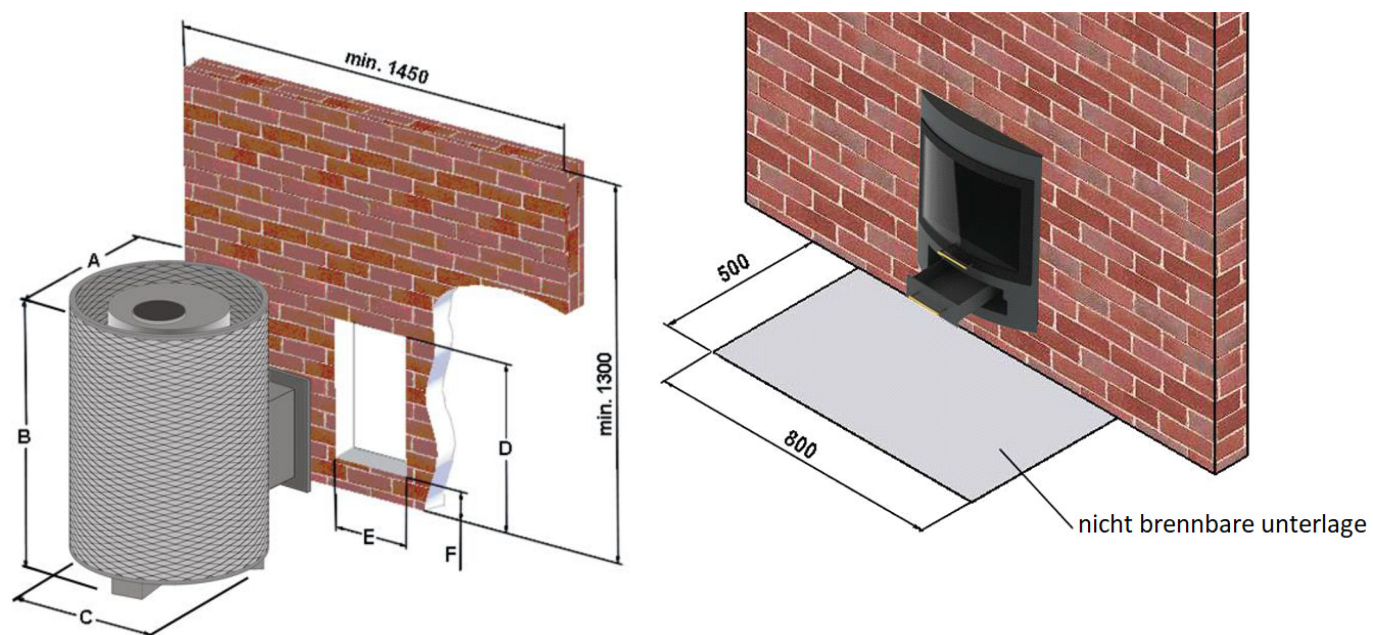
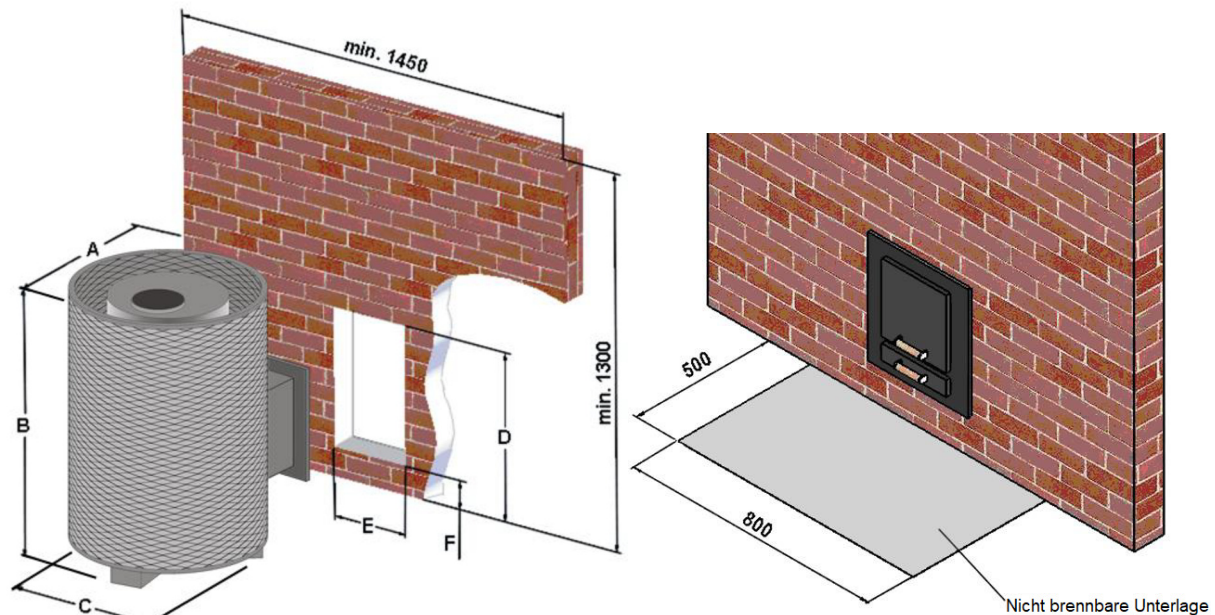
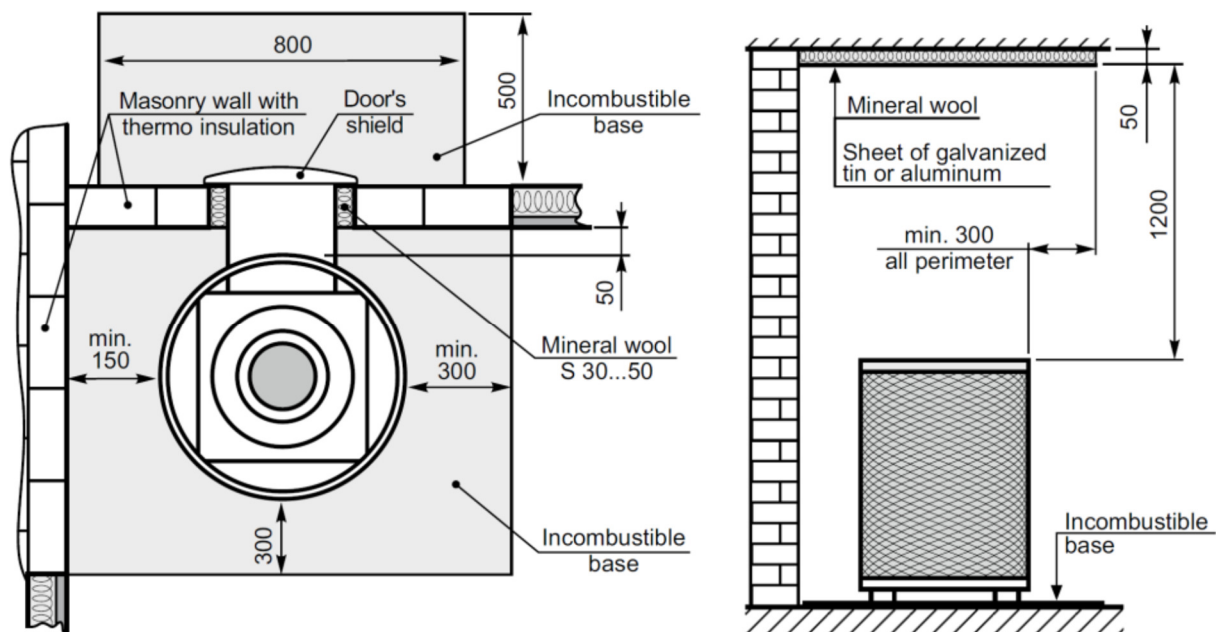

Bild 4 – Wanddurchführung und Unterlage K-PR-5-1
Bild 5 – Wanddurchführung und Unterlage K-PR5-S
Bild 9 – Mindestaufstellabstände
- Vor dem Feuerraum muss eine nicht brennbare Unterlage von 500 x 800 mm vorhanden sein (siehe Bild 9).
- Die Mindestabstände zwischen den Wänden und der Decke des Ofens und der Sauna sind in Bild 9 dargestellt. Die empfohlenen Abmessungen der gemauerten Wand sind in Bild 4 oder Bild 5 dargestellt.
- Die Holzdecke muss mit einer mindestens 50 mm dicken Mineralwolle isoliert und mit einem verzinkten Stahl- oder Aluminiumblech abgedeckt sein (siehe Bild 9).